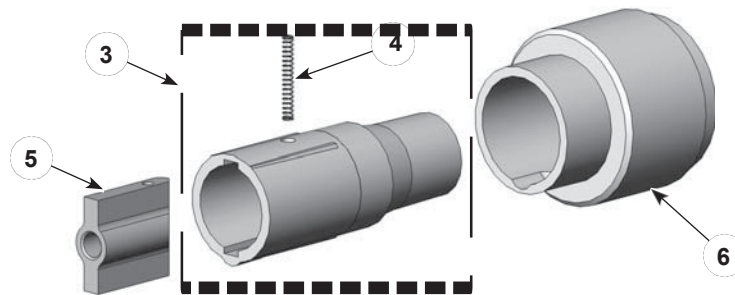

Figura 8-3 Ansamblu suport electrod SD
C. Consultați figura 8-3 și lista de piese pentru piesele de schimb pentru kitul opțional SD Electrode Support Assembly.
A se vedea figura 8-3.